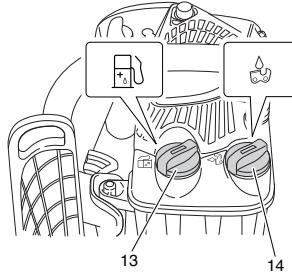

Fig. 9
#### **ADVERTENCIA (Fig. 9)**
### Aceite para cadena (Fig. 9)
Al llenar el combustible (13) o el aceite para cadena (14) en el depósito, coloque el aparato con la tapa hacia arriba. (Fig. 9)